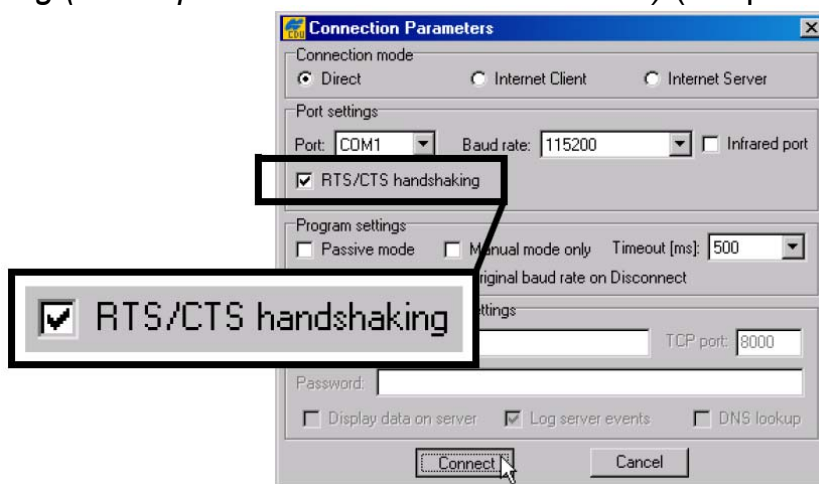

Рисунок 5-13. Диалоговое окно Connection Parameters – флажок RTS/CTS handshaking
- Запустите программу PC-CDU. В диалоговом окне **Connection Parameters (Параметры интерфейсов)** выставьте флажок **RTS/CTS handshaking (квитирование сигналами RTS/CTS)** (см. рис. 5-13).